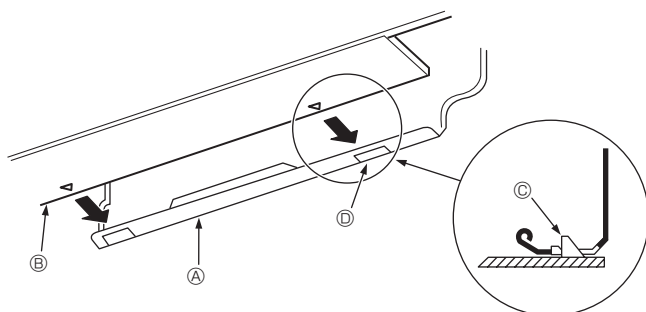

Fig. 3-10
3. Κατά την εισαγωγή του σωλήνα ψυκτικού και του σωλήνα αποστράγγισης στην οπή εισόδου στον τοίχο (οδηγός εισόδου), στερεώστε το επάνω τμήμα της εσωτερικής μονάδας στην πλάκα ανάρτησης ①.
5. Στερεώστε την εσωτερική μονάδα πιέζοντας το κάτω τμήμα της προς την πλάκα ανάρτησης ①. (Fig. 3-10)
* Βεβαιωθείτε ότι οι προεξοχές στο κάτω τμήμα της εσωτερικής μονάδας είναι καλά στερεωμένες στην πλάκα ανάρτησης ①.
- Ⓐ Πλάκα ανάρτησης ①